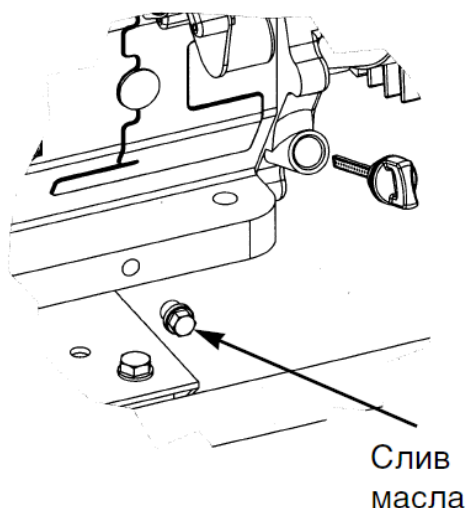

Рис. 5
1. Вывинтить щуп-пробку из горловины картера, см. также рис. 5. Опустить в горловину сухой, чистый щуп и вытащить его – край смоченной маслом области должен располагаться между отметками минимального и макси-мального допустимого уровней.